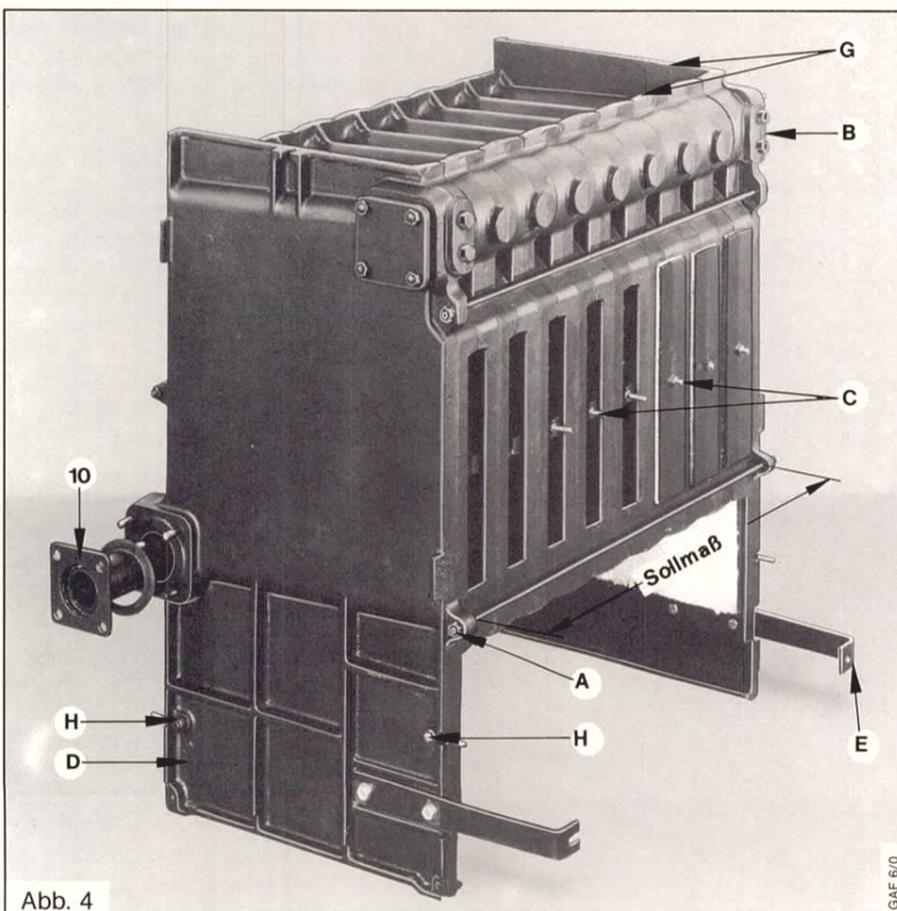
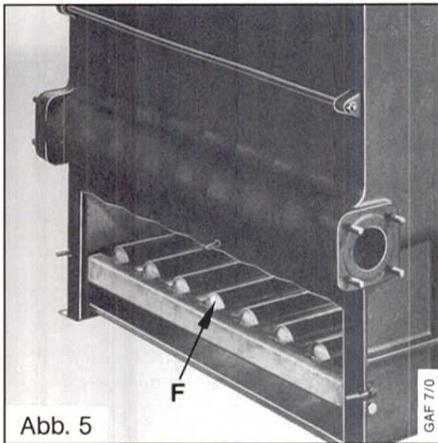

Abb. 4
Abb. 5
Montagebock nach Montage von jeweils maximal 5 Mittelgliedern so weit verschieben, daß das letzte Mittelglied aufliegt. Dabei Gliederblock mit Hubwerkzeug anheben. Vor Lösen des Preßwerkzeugs die 3 Ankerstangen durch die Bohrungen der Endglieder stecken. Je Ankerstange 2 Unterlegscheiben, 1 ballige Scheibe sowie 2 Sechskantmuttern montieren (A) Abb. 4.
Hammerschraube in die Aussparung innerhalb der Reinigungsöffnung einführen und mit Mutter befestigen. Reinigungsdeckel über die Schrauben schieben und mit den Messingmuttern fest verschrauben, (C) Abb. 4, Seite 7
In Bohrung (D), Abb. 4, der Endglieder Sechskantschraube nach innen durchstecken und mit Mutter kontern. Auflegewinkel auf die Sechskantschraube auflegen und mit 1 Sechskantmutter auf der Gasstraßenseite befestigen, Abb. 5.
Haltewinkel für Verteilerrohr so an Endglieder anschrauben, daß die Ausführung mit Rundloch sich auf der Gasstraßenseite befindet, (E) Abb. 4. Verteilerrohr mit Ovalflansch zur Gasstraßenseite anschrauben.
Brenner einlegen, darauf achten, daß die Zapfen (F), Abb. 5, der Brenner in die Schlitz des Auflegewinkels einrasten und die Vorderseite der Brenner auf den Düsen im Gasverteilerrohr aufliegt.
Augenschrauben (H), Abb. 4, mit Sechskantschrauben in den Aussparungen der Endglieder befestigen. Brennraumplatte und große Unterlegscheiben auf die Schrauben stecken und mit Sechskantmuttern fest verschrauben, Abb. 6.
Dichtleiste (G), Abb. 4, des Kesselblockes mit Collall-Leim einstreichen und mitgelieferte Asbestschnur ankleben.
Bodenblech von vorne unterhalb der Brenner auf die Gußleisten der Endglieder legen, Abb. 5. Die hintere Abkantung des Bleches zeigt nach oben, die rechte, linke und vordere Abkantung nach unten.
Als Träger der Haltebleche sind 4 Sechskantschrauben (J), Abb. 5, mit der Strömungssicherung zu verbinden. Die Haltebleche werden durch je 4 Sechskantmuttern in Höhe und Ausladung festgelegt.
Winkelleisten mit Sechskantschrauben (K), Abb. 7, an den Endgliedern wie folgt befestigen. Bei Sollmaß, Abb. 4, bis + 5 mm pro Schraube zwischen Kesselblock und Winkelleiste 2 Unterlegscheiben verwenden, bei Sollmaß von + 5,5 mm bis + 8 mm 1 Unterlegscheibe. Bei Sollmaß von + 8,5 mm bis + 10 mm ist keine Unterlegscheibe erforderlich.